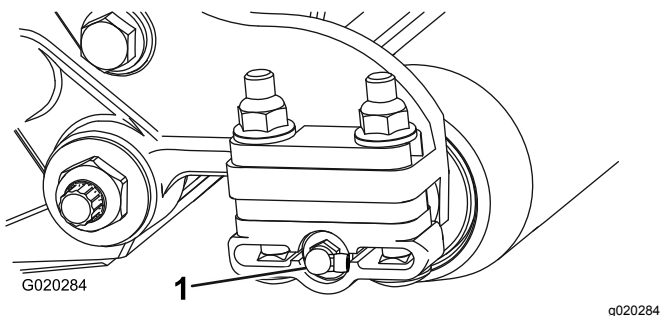

Figure 9
15. **Sur l'unité de coupe de 46 cm seulement,** déposez le graisseur droit près du carter de brosse de rouleau et remplacez-le par le graisseur à 90° (Figure 9).